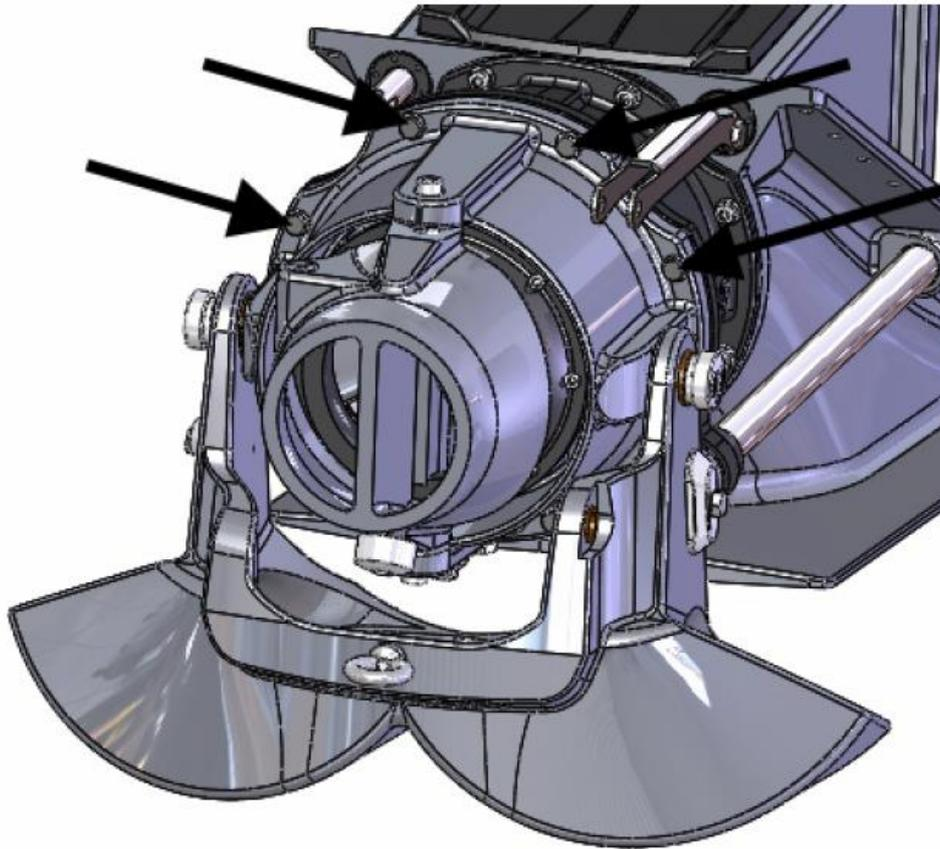

Figura 23. Bulloni di fissaggio dello statore
2. Togliere i sei bulloni di fissaggio dello statore (figura 23).